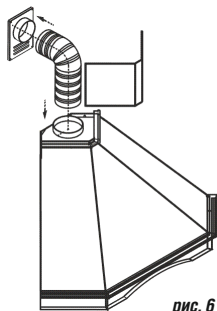
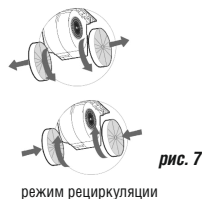

рис. 6
рис. 7
6.3 В зависимости от режима эксплуатации соедините вентилятор полужестким воздуховодом (или его аналогом) с вентиляционной решеткой (рис. 6) или установите на вентилятор угольные фильтры (рис. 7).